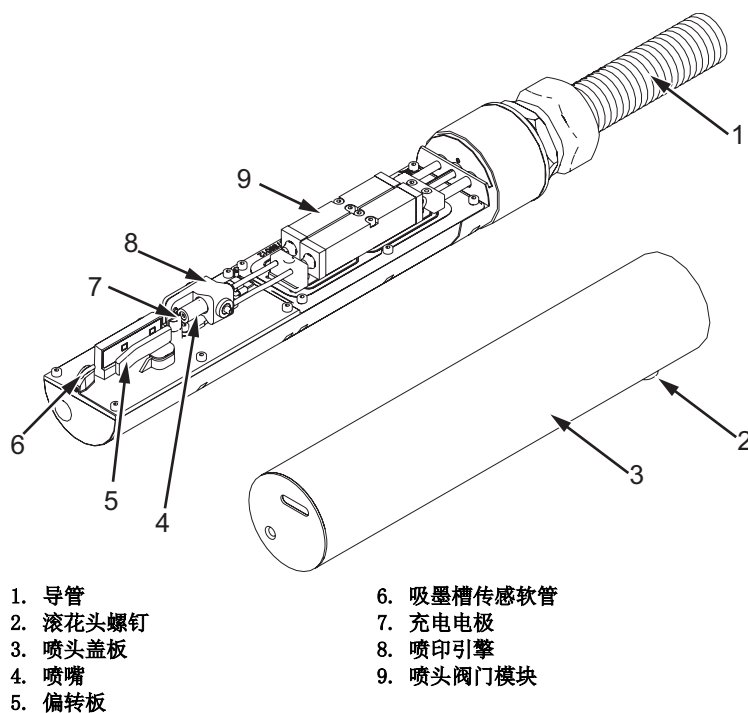

图 6-4：喷头
- 3 松开滚花头螺钉（项目 2，第 6-6 页的图 6-4），然后卸下喷头盖（项目 3）。
- 吸墨槽传感软管（项目 6，图 6-4）